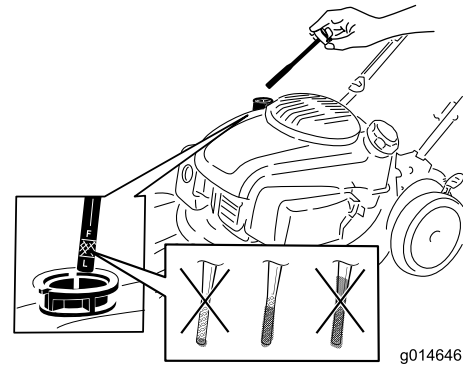

Figura 16
9. Retire la varilla y compruebe el nivel de aceite en la misma (Figura 16).
2. Retire la varilla (Figura 16).